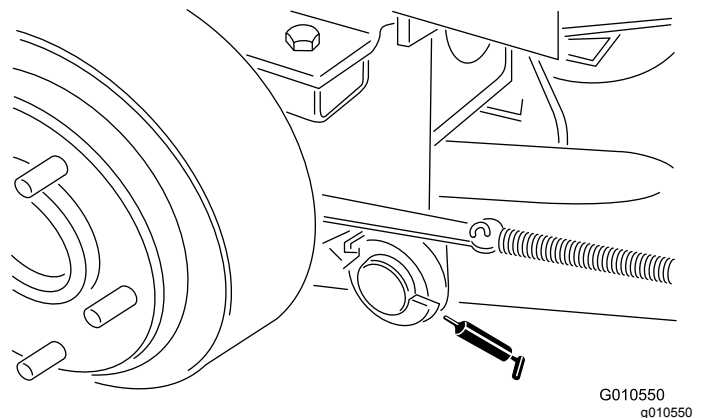

Figura 21
- Articulações do braço de elevação traseiro (Figura 21)